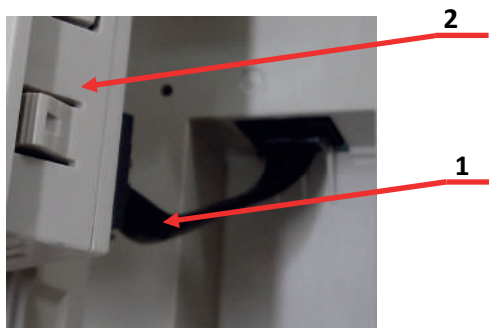

Рис.7.40
7.16.1. Присоединить разъем шлейфа пульта управления поз.1 к пульту управления поз.2 (рис. 7.40).